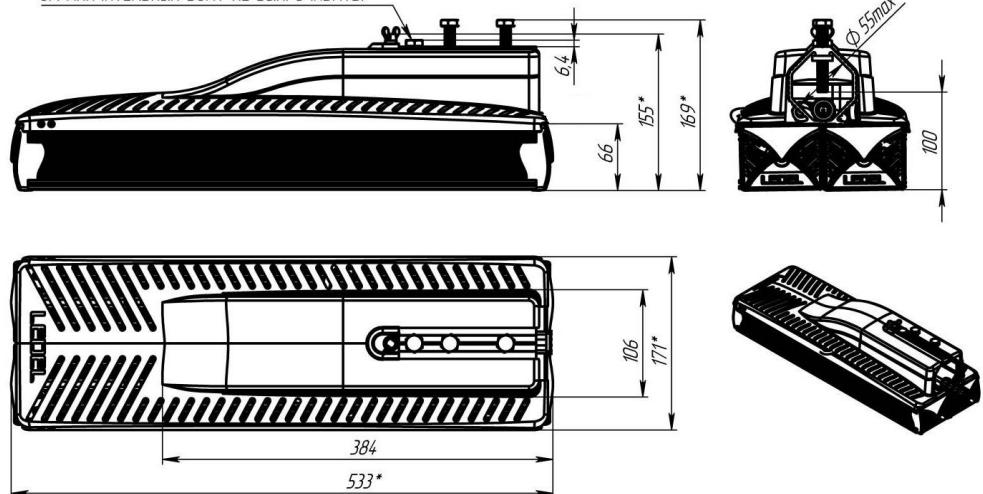

Рисунок 1 Габаритные размеры светильника «L-street 48 Premium»
- a) Ослабить фиксирующие болты (кроме ограничительного болта, см. рис. 1);